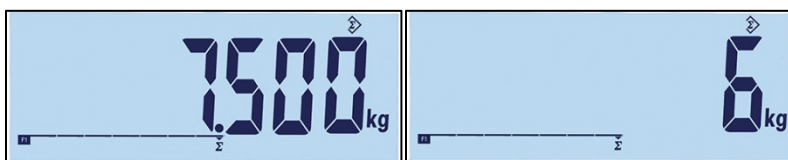

Abbildung 2-25: Symbol für das Erfassen von Werten
3. Halten Sie die Funktionstaste gedrückt, um den Gesamtwert anzuzeigen (Abbildung 2-25, links). Wenn die Akkumulierung oder die Anzahl angezeigt wird, blinkt das Akkumulierungssymbol Σ . Drücken Sie kurz die Funktionstaste, es erscheint „Count“ (Zählen) und die Anzahl der Werte (Abbildung 2-25, rechts) auf der Anzeige. Mit jedem Drücken der Akkumulierungstaste schaltet die Anzeige zwischen Anzahl und Summe um.